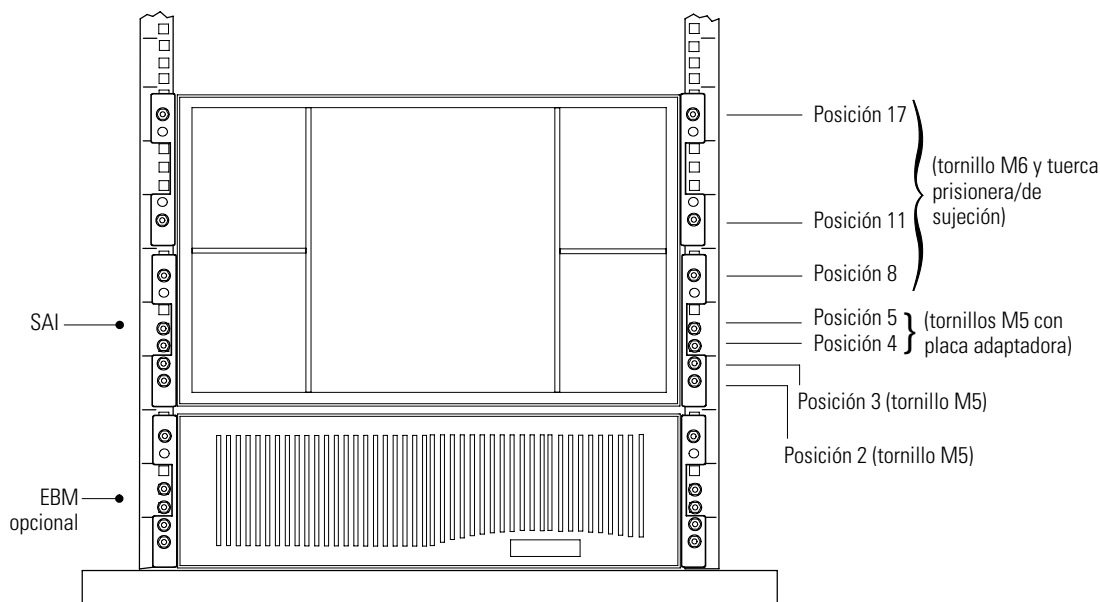

Figura 4. Fijación de la parte delantera del SAI
NOTA El SAI ocupa de la posición 1 a la posición 18 (consulte la Figura 4 en la página 79).
1. Utilice dos tornillos mecanizados M5 y una placa adaptadora, fije el riel a la parte delantera del estante (consulte la Figura 4 en la página 79).
7. Instale seis tuercas prisioneras o de sujeción como se muestra en la Figura 4.
9. Asegure la parte delantera del gabinete al estante como se muestra en la Figura 4.